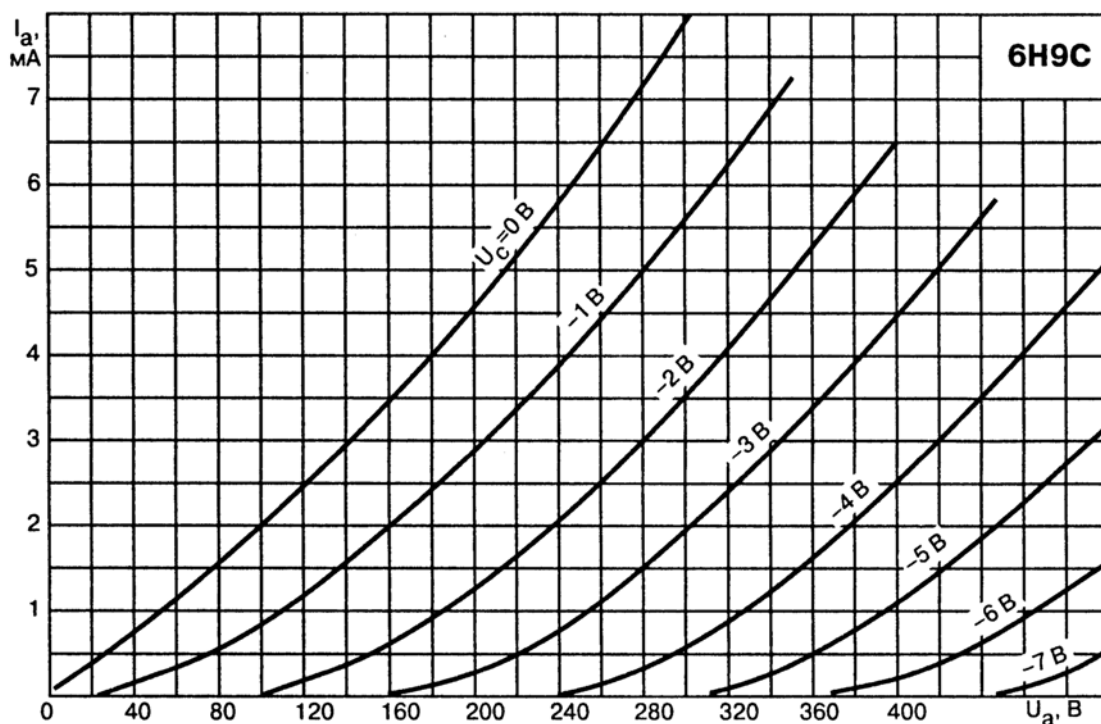

Рис. 2.25. Типовые вольт-амперные характеристики 6Н9С
- высокая линейность (см. рис. 2.25);